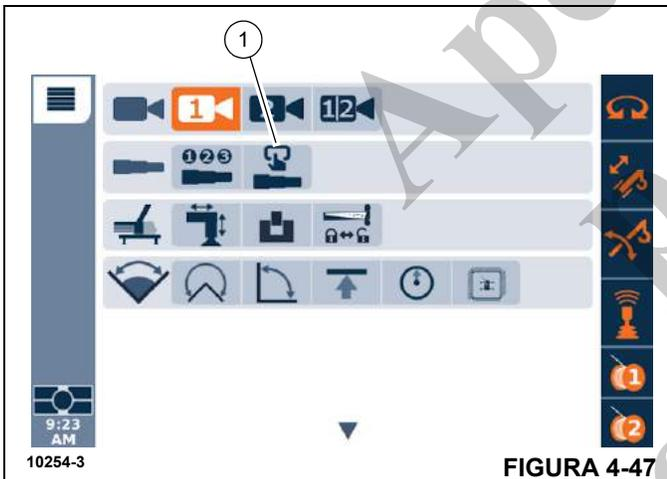
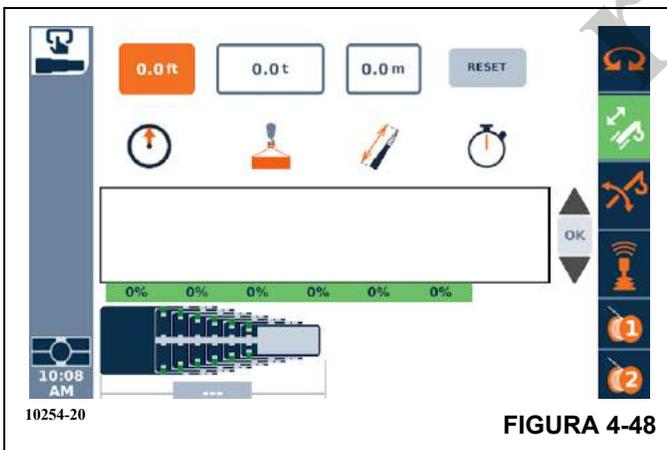

FIGURA 4-47
FIGURA 4-48
O Configurador da lança é selecionado a partir do sistema de menu no ODM como mostrado na Figura 4-47. Uma vez selecionado, a tela do Configurador da lança é exibida (consulte a Figura 4-48). Essa tela permite que informações do plano de elevação, como raio do gancho, carga do gancho e comprimento da lança, sejam inseridas. A tela apresentará então uma tabela de possíveis configurações de lança para seleção. A tabela mostrará as informações com base na tabela de carga para as configurações, assim como um tempo aproximado (em segundos) para concluir a função telescópica para a configuração da lança. Note que as configurações da lança mostradas dependem das informações de cordame já inseridas no mostrador do RCL, portanto, certifique-se de configurar corretamente essas informações de cordame. Se as informações de cordame forem alteradas, todas as seleções no Configurador de lança e os dados no Configurador de lança poderão ser alterados. Quando os dados do Configurador da lança estiverem sendo atualizados (um círculo de espera será mostrado na tela), não interaja com a tela/mostrador; espere até que os dados estejam completamente atualizados antes de selecionar a próxima ação (embora ESC possa ser usado a qualquer momento para cancelar a operação).
1. Entre na tela do Configurador da lança (deve ser semelhante à Figura 4-48).